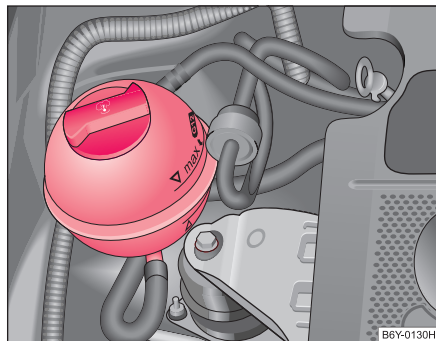

Fig. 129 Vano motor:
- Compruebe el nivel de líquido refrigerante en el depósito de expansión del mismo ⇒ fig. 129. Con el motor frío debe encontrarse entre las marcas de “MÍN.” y “MÁX.”. Con el motor caliente, el nivel puede sobrepasar también ligeramente la marca de “MÁX.”.
- Coloque un paño sobre el tapón del depósito de expansión de líquido refrigerante ⇒ **página 184, fig. 129** y desenrosque el tapón **con cuidado** girándolo hacia la izquierda ⇒ .